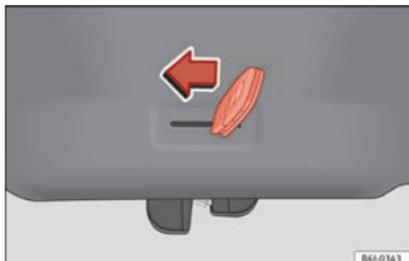
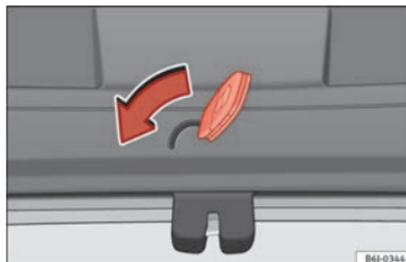

Abb. 4 IBIZA/IBIZA SC: Notentriegelung der Heckklappe
Abb. 5 IBIZA ST: Notentriegelung der Heckklappe
- Den Schlüsselbart in den Schlitz stecken und das Verriegelungssystem entriegeln, indem der Schlüssel von rechts nach links in Pfeilrichtung » **Abb. 4**, » **Abb. 5** bewegt wird